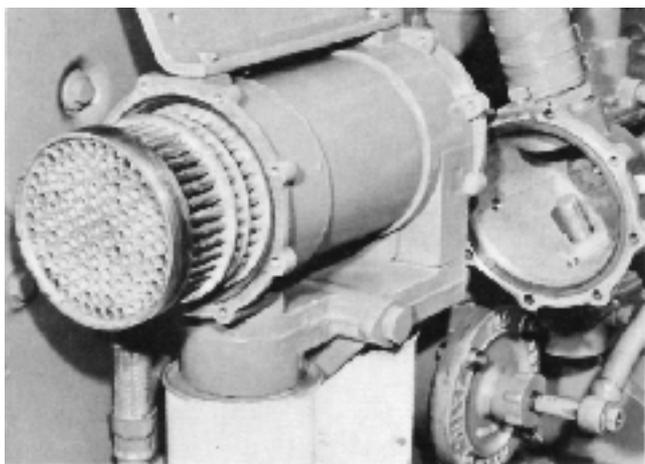

Fig. 80.
1. Démontez les deux flasques et sortez la cartouche (voir figure 80).